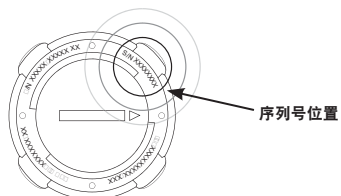

图 2: InfoKey 控制器序列号的位置
1. 在 InfoKey 控制器背面找到以 S/N 开头的序列号（位于装饰环的下面，请参见图 2）。